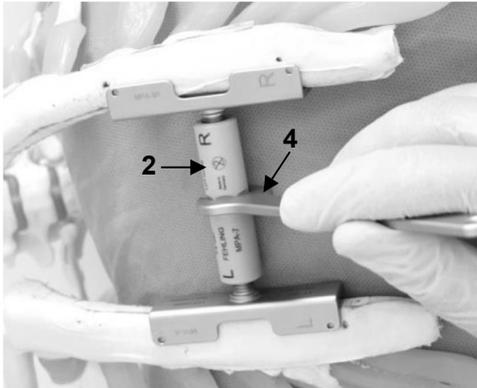

Abb. 9
Die Öffnungsweite des Sternum den chirurgischen Erfordernissen anpassen. Durch die Rotation der PEEK-Mutter (3) mit dem Gabelschlüssel (4) (siehe 8) Erforderliches Zubehör) wird der Abstand der Sternumblätter variiert (Abb. 9).